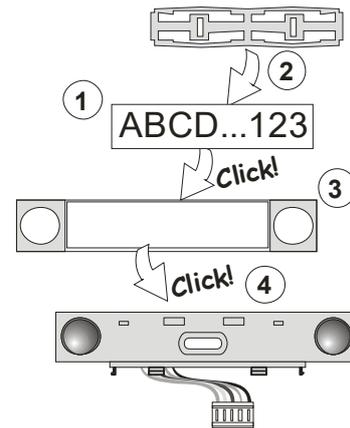

Figura 3: Inserción de una etiqueta en un segmento de control
- Cuando se insertan las baterías, el botón amarillo de activación retroiluminado (3) se enciende permanentemente, lo que indica que el módulo aún no se ha asignado al sistema.
- Pulse el botón de activación retroiluminado (3) – de esta forma el módulo se asigna y el indicador LED amarillo se apaga (puede tardar unos segundos). También se puede enviar una señal de asignación insertando las baterías.
- Cuando haya terminado la instalación, inserte etiquetas descriptivas detrás de las cubiertas transparentes del segmento y ciérrelas, consulte la figura 3. La impresión de etiquetas forma parte del software F-Link (ventana **Dispositivos**, en la posición del módulo – **Ajustes internos**).